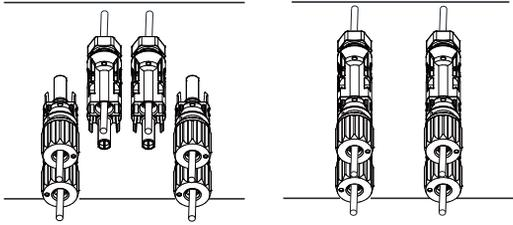

图5.6 直流输入端连接
d) 最后，将直流连接器插入逆变器的正极和负极输入端，如图5.6所示。